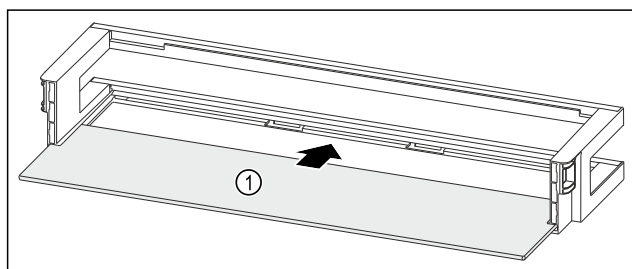

Fig. 98 Deurrek met draagplateau
- Draagplateau Fig. 98 (1) in de zijdelingse uitsparingen schuiven.